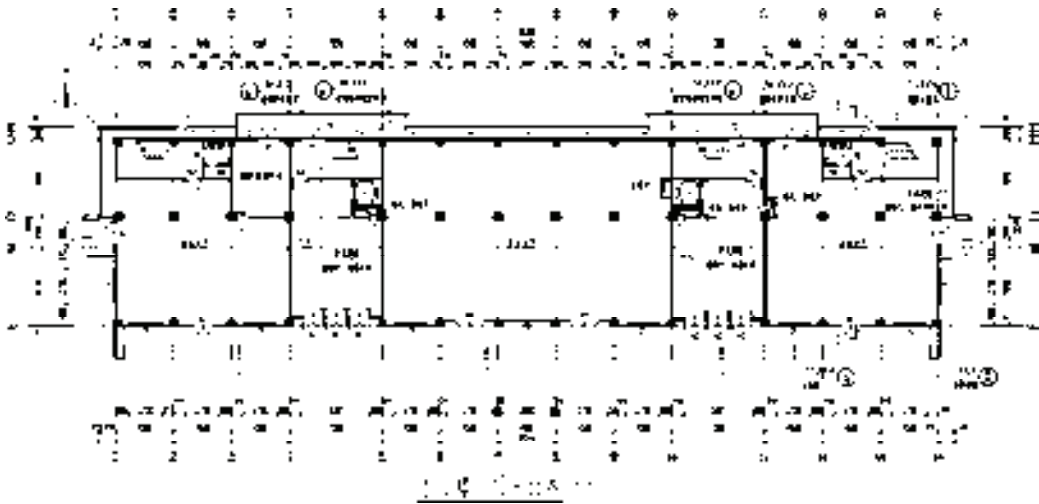

图 15-166 绘制剖切符号
2) 根据命令行的提示，分别指定第一个剖切点及第二个剖切点、剖切方向，即可完成剖切符号的绘制，结果如图 15-166 所示。